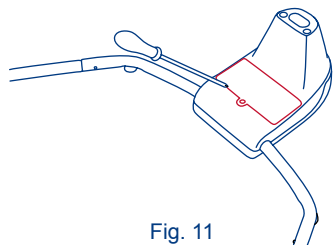

Fig. 11
- 11) • Remove the battery cover using a Philips screwdriver. (Fig. 11)
- Retire la tapa de las pilas usando un destornillador Philips. (Fig. 11)